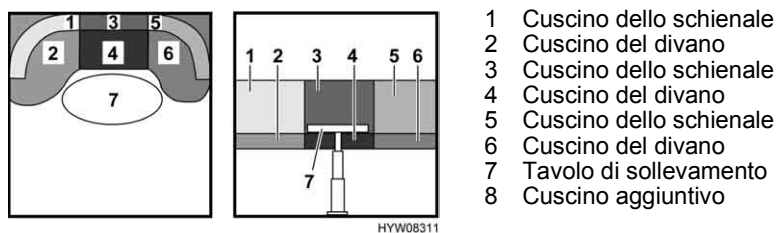

Fig. 57 Prima della trasformazione
- Rimuovere i cuscini dello schienale (Fig. 57, 1, 3 e 5).